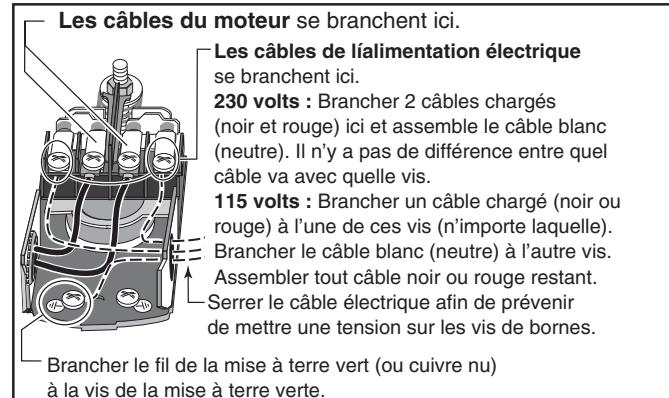

Figure 8: Câblage du manostat
- Brancher tout d'abord le fil de mise à la terre, comme il est illustré à la Figure 8. Ce fil de mise à la terre doit être un fil de cuivre plein dont le diamètre sera aussi gros que les fils d'alimentation en courant.
- Brancher les fils d'alimentation en courant sur le pressostat, comme il est illustré à la Figure 8, page 17.